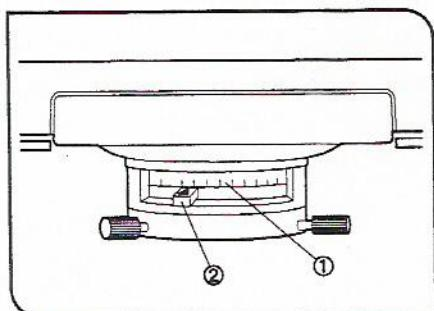

图 21
(2) 孔径光阑 (图 21)
- 孔径光阑决定照明系统的数值孔径。照明系统的数值孔径①和物镜的数值孔径相匹配，可以提供更好的图象分辨率和反差，并能增加焦深。
使用 100X 物镜时，将孔径光阑旋钮②转到头，指到刻度上的 0.9。(图 21)